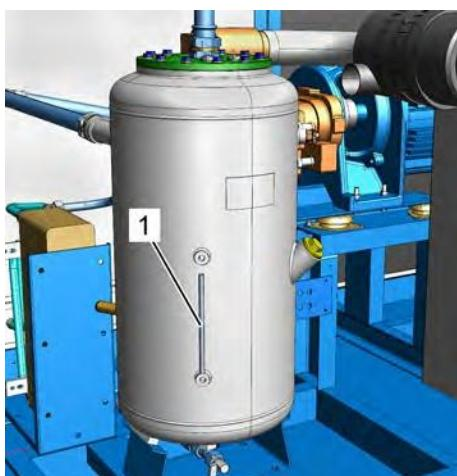

Рис. 37: Проверка указателя уровня воды
7. ➤ Проверьте уровень воды по указателю уровня воды (Рис. 37/1) и при необходимости долейте воду, как описано в ⇨ *Глава 8.4.2 «Проверка уровня воды / доливка воды» на странице 78.*